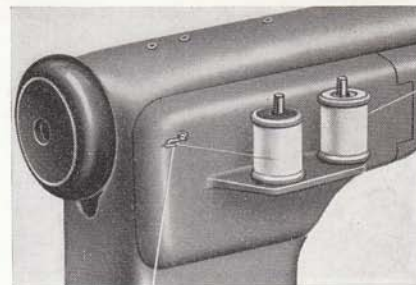

Fig. 39.
3. Ta opp luken på baksiden av maskinen (fig. 39) og De kommer lett til mønsterkammene. Disse regulerer bevegelsene av nålstangen og på denne måten fremkommer de forskjellige mønstersømmene.